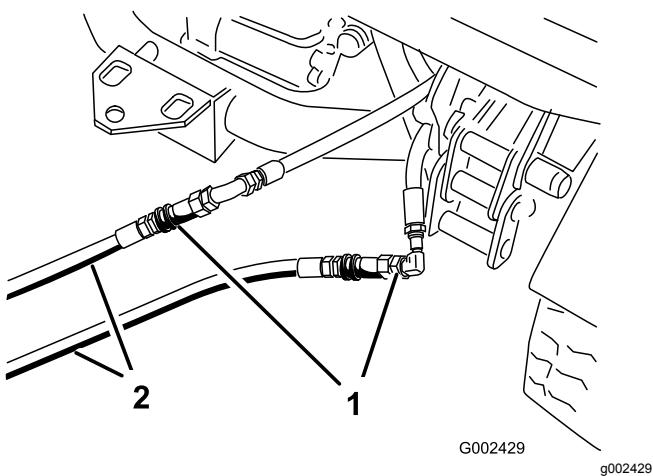

Figura 66
3. En la máquina inmovilizada, conecte las dos mangueras de interconexión a las mangueras que fueron desconectadas (Figura 66).